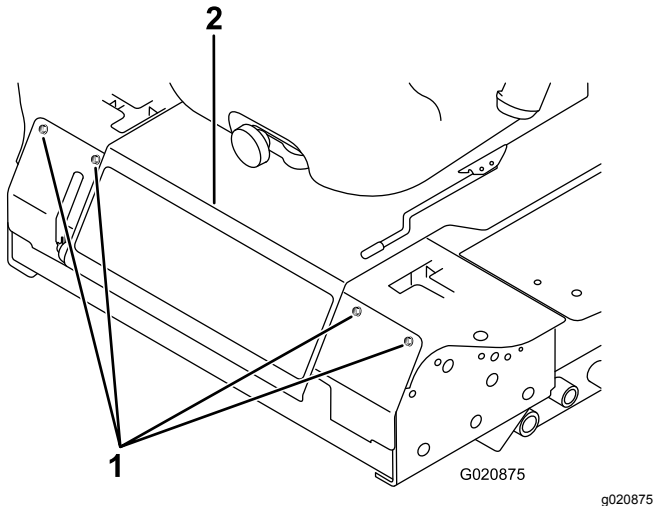

Bild 76
2. Nehmen Sie die Schrauben ab, mit denen die Frontplatte befestigt ist, und nehmen Sie sie ab (Bild 76).